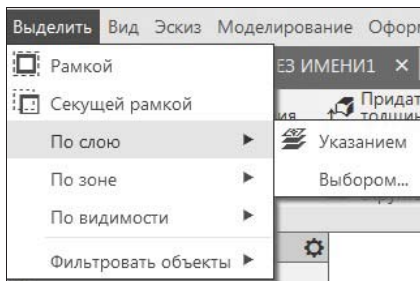

Рис. 18.2. Выпадающее меню пункта **Выделить**
- ◆ **Выделить** — содержит команды выделения: **По слою**, **По зоне**, **По видимости** (рис. 18.2). Подробно рассмотрены в **уроке 23**;